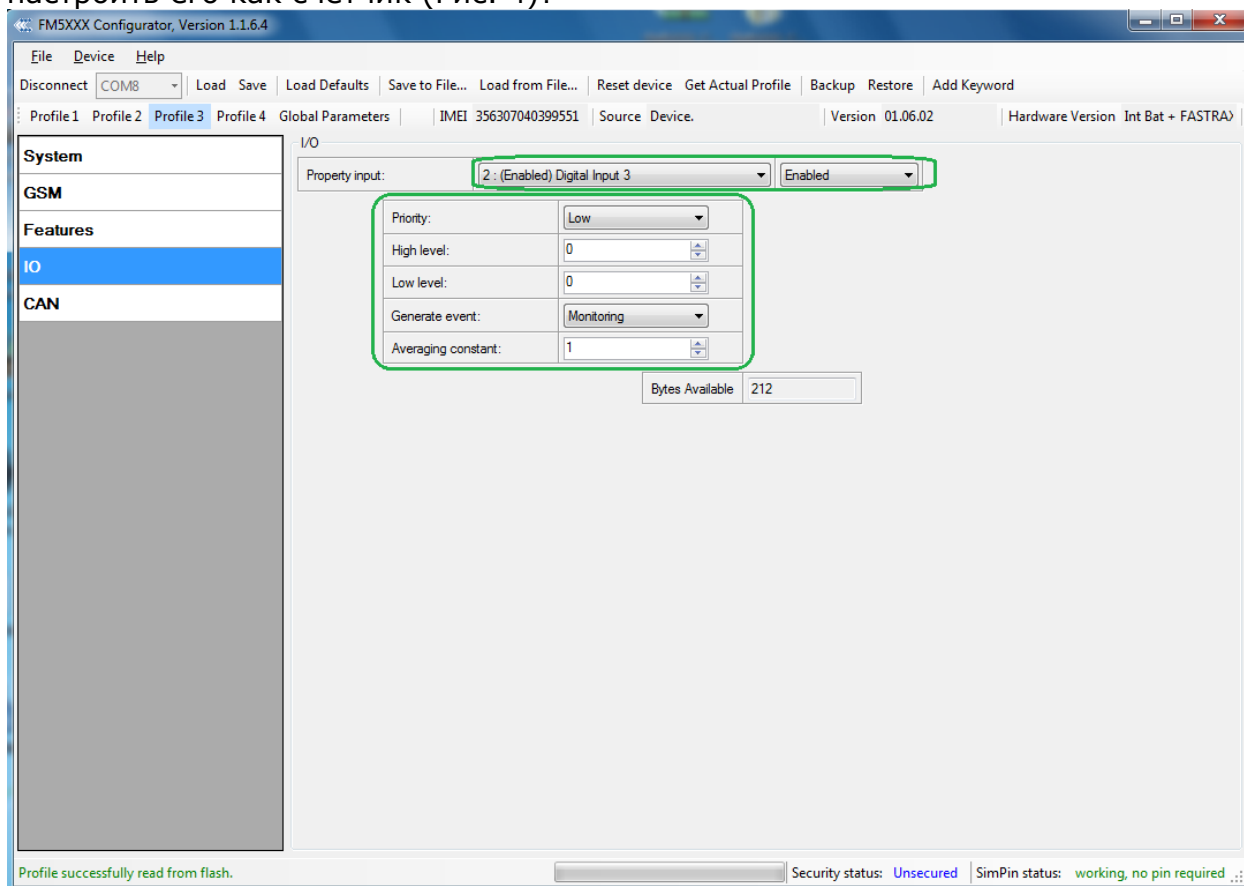
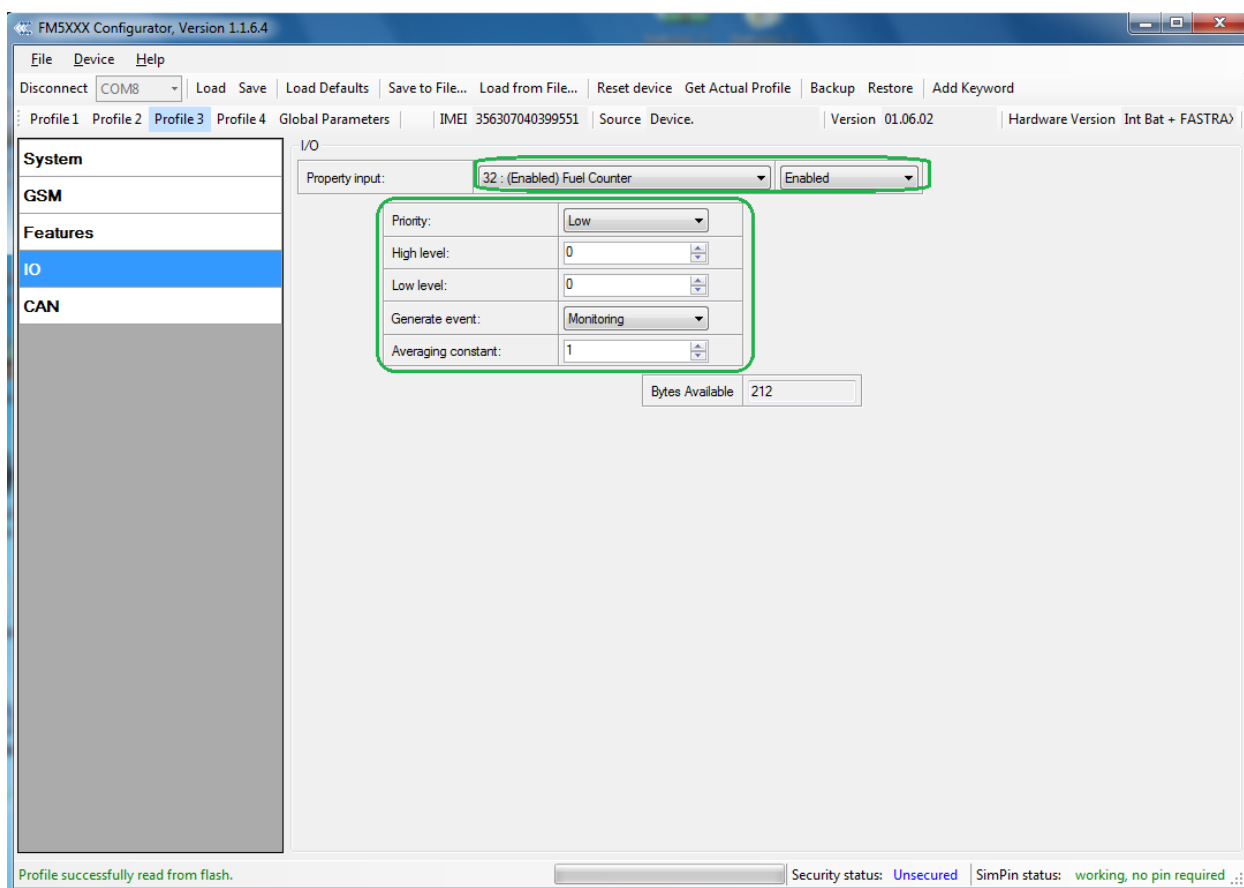

Рисунок 3
Рисунок 4
3.1.3. Для работы с расходомером DFM, включить вход DIN3 (Рис. 3) и настроить его как счётчик (Рис. 4):